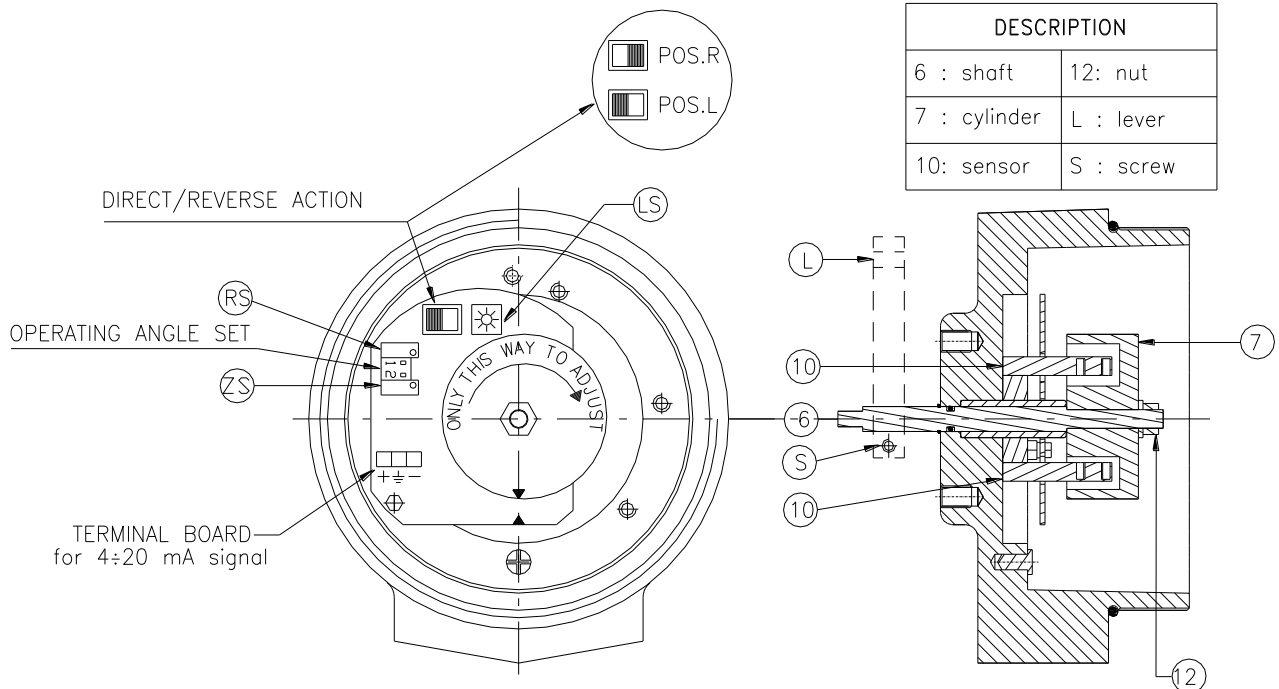

Fig. 2
Il trasmettitore elettronico STI mod.2030 viene settato in fabbrica con un angolo operativo di 90° ed azione diretta. Per azioni ed angoli operativi diversi si dovrà procedere al suo resettaggio come segue (si faccia riferimento alla Fig.2 tranne dove diversamente specificato):
The electronic transmitter STI mod. 2030 is factory set for 90° operating angle and direct action. For different angles or action, it is necessary to readjust it as follows (refer to Fig.2 unless otherwise specified):
(Per i modelli dotati di 6 pins per il settaggio dell'azione diretta/inversa (si veda Fig.2): per scegliere l'azione diretta, collegare i pins B-C e E-F; per scegliere l'azione inversa, collegare i pins A-B e D-E.
to choose direct action, switch the commutator 'direct/reverse action' to POS.R; to choose reverse action, switch the commutator 'direct/reverse action' to POS.L. For the models equipped with 6 pins to choose the direct/reverse action (see Fig.2): to choose direct action, connect pins B-C and E-F; to choose reverse action, connect pins A-B and D-E.
Solo per i modelli senza la scritta 'Only this way to adjust' sulla parte superiore del cilindro: se è montato un albero con connessione standard, avvitare la vite di bloccaggio (S) per bloccare la leva (L) con l'albero (6); se c'è una connessione del tipo VDI/VDE 3845, connettere semplicemente l'albero (6) all'albero dell'attuatore e bloccare il dado (12) (si veda Fig.2).
Just for the models without the writing 'Only this way to adjust' on the cylinder's topside: if a standard shaft is used, tighten the allen screw (S) so that the lever (L) and the shaft (6) are locked together; in case of a VDI/VDE 3845 connection, simply connect the transmitter shaft to the actuator shaft and tighten the nuts (12) (see Fig.2).